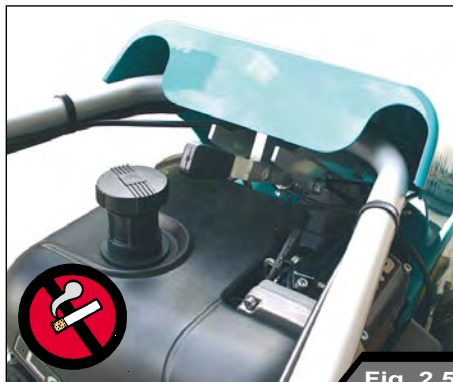

Fig. 2.5
- NE FUMEZ PAS pendant que vous remplissez de carburant le réservoir du motoculteur. (fig. 2.5). N'y approchez aucune flamme libre.